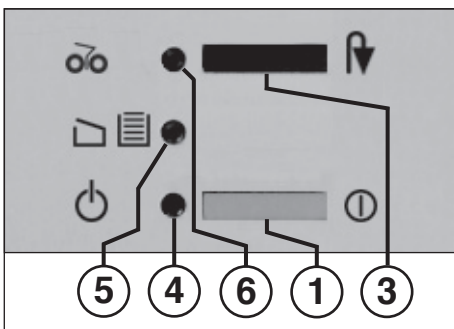

Fig. 1
- 1 = Pulsante (Fig. 1)**
- 3 = Pulsante (fig. 1)**
- 4 = Spia di controllo (Fig. 1)**
- 5 = Spia di controllo (Fig. 1)**
- 6 = Spia di controllo (Fig. 1)**
- Inserire la macchina tramite il pulsante (1) (fig. 1). La spia di controllo (4) (Fig. 1) si accende.
Se il contenitore di raccolta è pieno, la macchina si spegne. La spia di controllo „Contenitore colmo“ / „Portello aperto“ (5) (fig. 1) lampeggia. Contemporaneamente, a dimostrazione che la taglierina è ferma, lampeggia la spia di controllo „Inceppamento“ / „Stop“ (6).
- Infilare nella macchina il telaio scorrevole con il sacco di raccolta e chiudere lo sportello. La spia di controllo (5) (Fig. 1) si spegne.
- Premere brevemente il pulsante „Indietro“ / „Stop“ (3). La taglierina trincia ciò che rimane nel vano di alimentazione e si disattiva. La spia di controllo (6) si spegne. Si può ora proseguire con l'ulteriore trinciatura.
- La spia di controllo (6) (Fig. 1) si accende.
- Premere a lungo il pulsante "Indietro" / "Stop" (3) e, contemporaneamente, prendere dalla macchina la carta restituita.
- Dopo il ritiro la taglierina si sposta automaticamente in avanti, trincia ciò che rimane nel vano di alimentazione e si disattiva. La spia di controllo (6) (fig. 1) si spegne.
- Nota:** se non è possibile il ritiro dovrà essere nuovamente premuto brevemente il pulsante "Indietro" / "Stop" (3). La taglierina ripeterà automaticamente la procedura prima descritta per le volte necessarie a far passare la carta rimanente nella taglierina.
Sollecitando il motore oltre i limiti avviene il blocco. Disinserire la macchina tramite il pulsante (1) (Fig. 1).